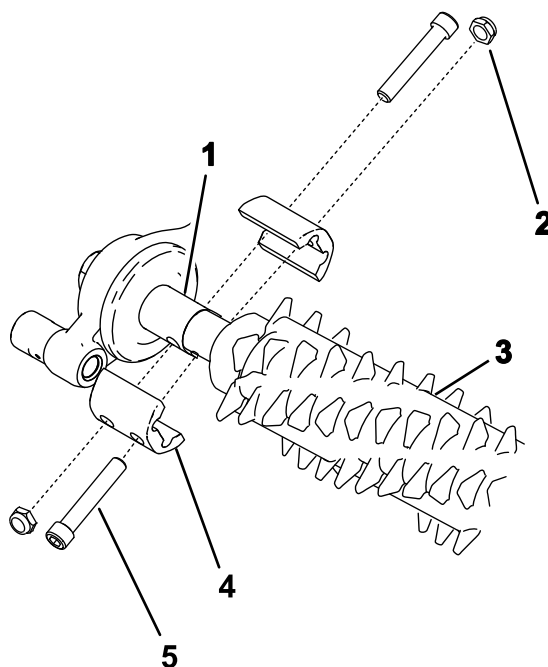

Figure 25
- Alignez le cylindre groomer sur le boîtier d'entraînement et la poulie de tension (Figure 25).
- Serrez les boulons de fixation du groomer comme illustré Figure 25 ; serrez les boulons à un couple de 5 à 7 N·m.